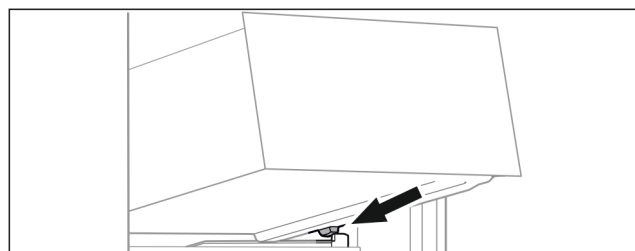

Fig. 113
- ▶ 将抽屉斜放在容器肋梁上的止动器后面。(参见 Fig. 113)